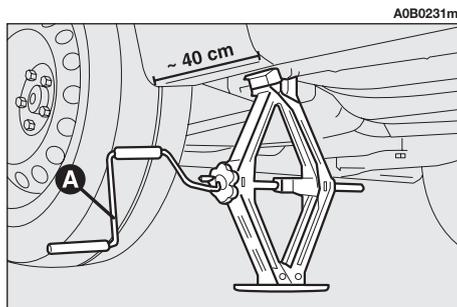
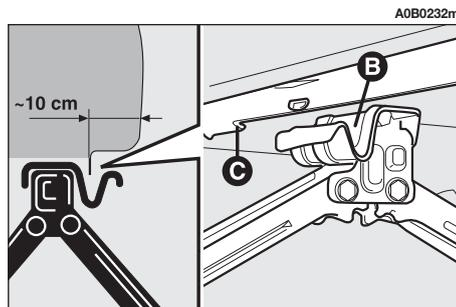

fig. 5
fig. 6
- Azionare la manovella (**A-fig. 5**), in modo da distendere il cric, sin quando la scanalatura (**B-fig. 6**) sulla parte superiore del cric si inserisce correttamente sul profilo inferiore della scocca (**C-fig. 6**) a circa 40 cm dal profilo del passaruota.